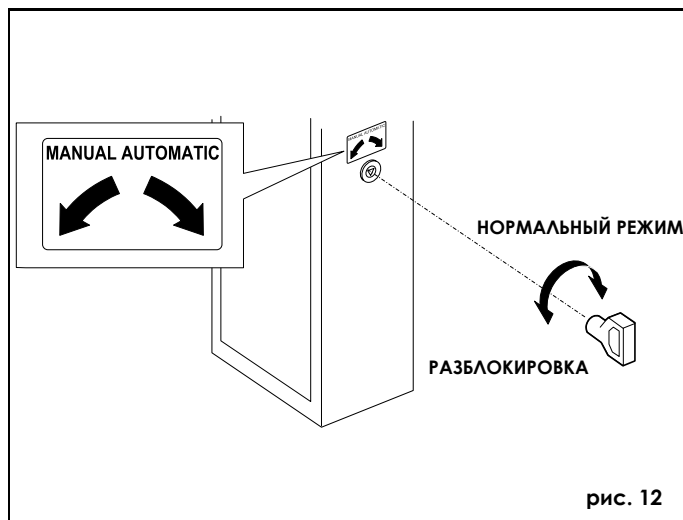

рис. 12
- Вставьте специальный треугольный ключ (рис. 12) в гнездо и проверните его **против часовой стрелки на 1 оборот**.